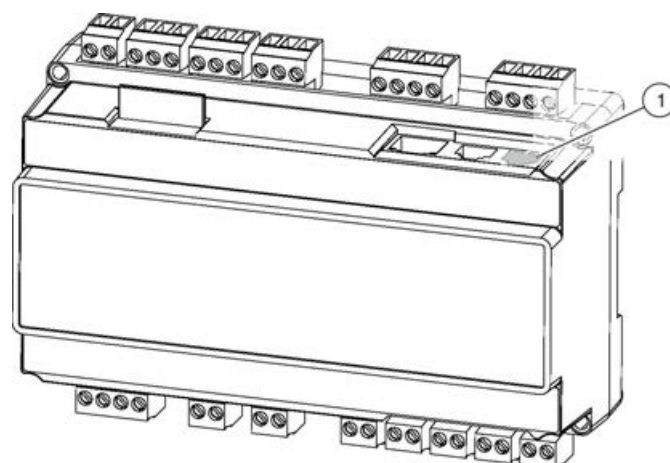

Fig. 40: Interfaz Modbus RS485
- ▶ Utilice la interfaz Modbus-RS485 (Fig. 40 /1) para conectar el maestro de control del X-CUBE a una unidad terminal remota (RTU).